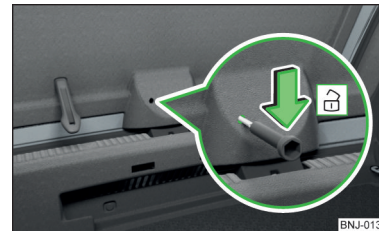

Abb. 195
- › In die Öffnung in der Klappenverkleidung » Abb. 195 einen Schraubendreher oder ein ähnliches Werkzeug bis zum Anschlag einführen.